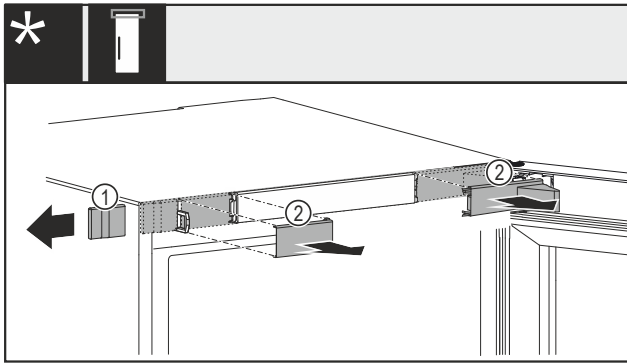

Fig. 14 Mit mechanischem oder elektrischem Schloss*
- ▶ Abdeckung Fig. 14 (1) vorsichtig seitlich entfernen.*
- ▶ Abdeckungen Fig. 14 (2) vorsichtig nach vorne entfernen.*